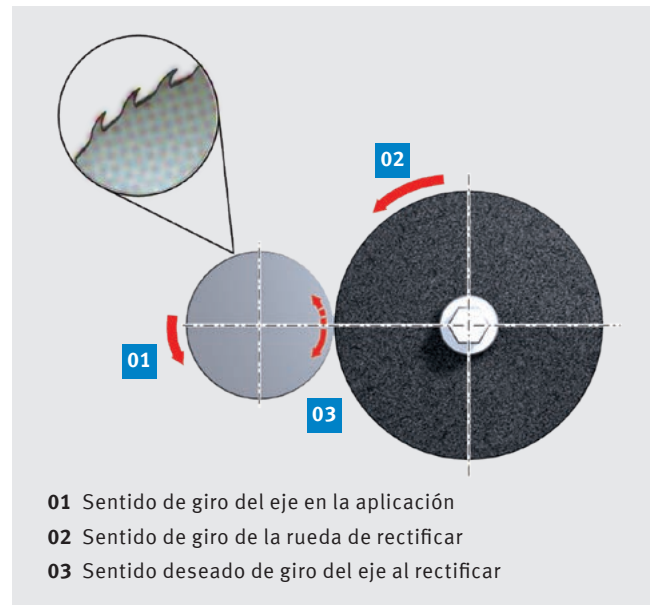

Fig. 44: Rectificado de un eje de fundición
- La fundición nodular (GGG) tiene un acabado superficial abierto y por eso se tiene que rectificar R_z 2 o mejor. La Fig. 44 muestra el sentido de giro de los ejes de fundición durante la aplicación. Este debería corresponder con el sentido de giro de la rueda de rectificar, ya que en el sentido de giro contrario se produce un mayor desgaste.